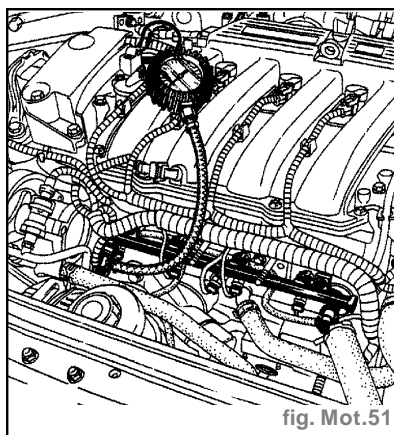

fig. Mot.51
- Débrancher le conduit d'arrivée d'essence et y placer le raccord en "T" équipé du manomètre de contrôle (fig. Mot. 51).